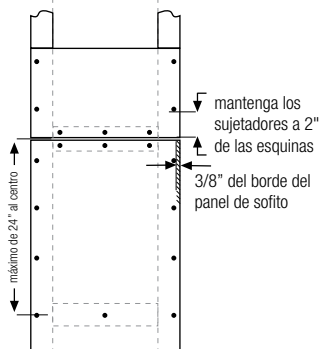

Ilustración 5
- Asegúrese de que los canales tengan tapas en los extremos. Mantenga un espacio mínimo de 1" entre las tapas de los extremos y el revestimiento y la moldura (ilustración 5).